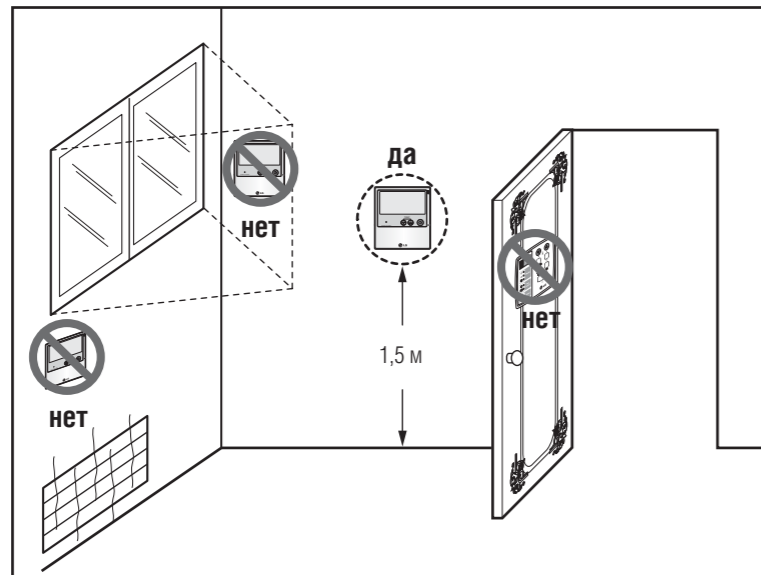

Рис. 1. Типичное расположение проводного ПДУ
- Данный ПДУ имеет семисегментный ЖК-дисплей. Для обеспечения нормальной работы системы ПДУ должен быть смонтирован в соответствии с рис. 1. (Высота от пола должна быть 1,2–1,5 м.)